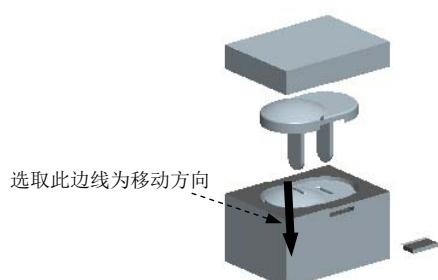

图 13.19 移动后的状态
- Step4. 开模步骤 3：移动浇注件。输入要移动的距离值 30，结果如图 13.19 所示。